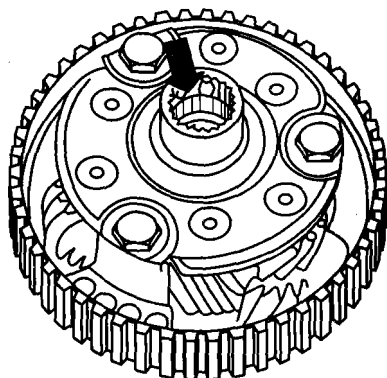

图 5-25 将新的 O 形密封圈装入行星架
(1) 将新的 O 形密封圈装入行星架,如图 5-25 所示。更换行星架时需要调整该支架。